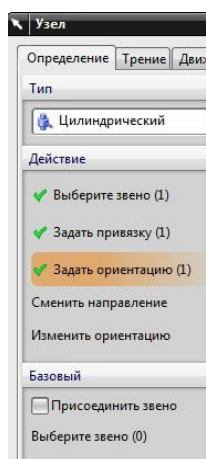

рис.42
- Диалоговое окно цилиндрического шарнира почти такое же (рис.42). Также, если одно тело вращается относительно неподвижного основания, то поле *Базовый* можно не заполнять.